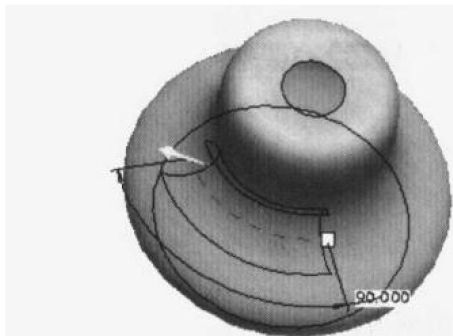

图 1-21
(4) 单击草绘命令工具栏中的“√”按钮, 单击 Section 对话框中的 OK 按钮。
(5) 单击旋转特征面板中的移除材料按钮 , 在图形窗口选择步骤 2 建立的曲面。
(6) 单击 Options 按钮, 在弹出的旋转模式面板中, 选择 Variable 选项, 输入旋转 90° , 并设定移除材料方向, 如图 1-21 所示。